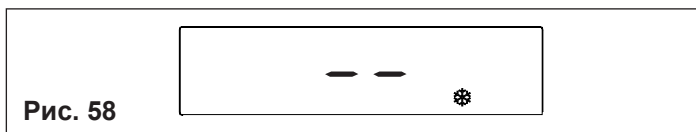

Рис. 58
- Защита от замерзания (рис. 58): когда температура воды в котле опустится ниже безопасного уровня, включится циркуляционный насос и горелка на минимальной мощности, чтобы довести температуру воды до безопасного уровня (35 °C). На дисплее загорится символ .